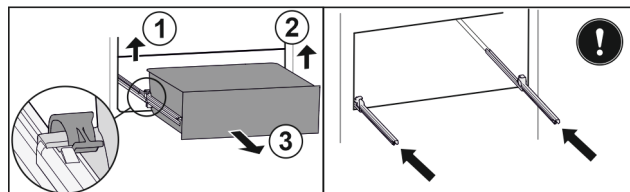

Fig. 84
- ▶ Приподнимите левый зажим и одновременно вытяните движением вперед выдвижной ящик слева. Fig. 84 (1)
- ▶ Приподнимите правый зажим и одновременно вытяните движением вперед выдвижной ящик справа. Fig. 84 (2)
- ▶ Извлеките выдвижной ящик движением вперед. Fig. 84 (3)